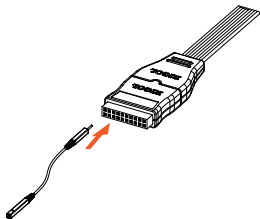

图 2
- ◆ 方法二：用户可通过前端引线单独连接各个被测信号，此时 RPL2316 必须保留适配器的连接。通过前端引线上的色环以及适配器上的颜色信息可方便地识别每个信号所对应的通道号，如图 2 所示。